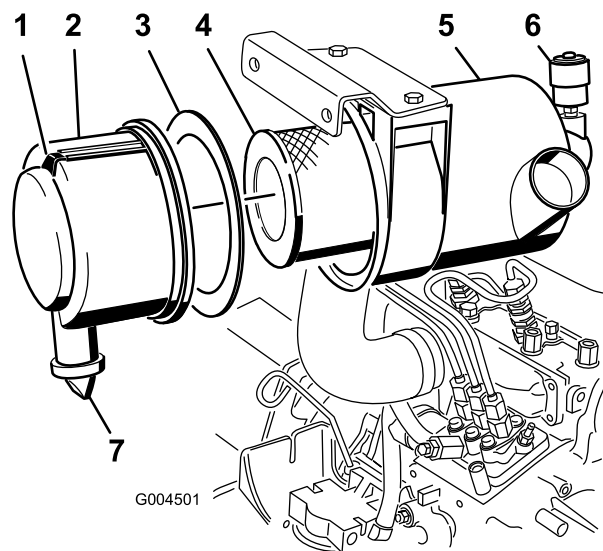

図 35
3. エアクリーナの整備はインジケータが赤色になっていたら、または 400 運転時間ごと非常にホコリのひどい場所で使っている場合にはよりひんぱんに行ってください 図 35。